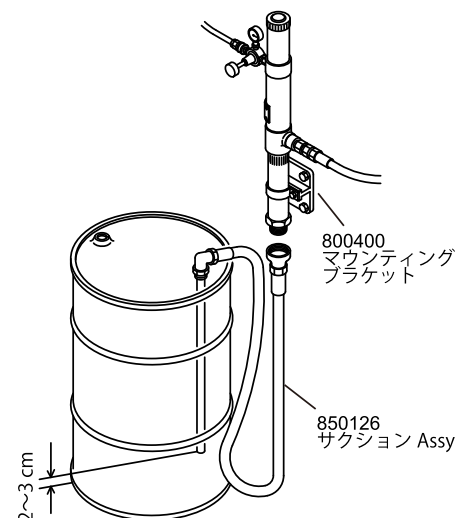

Fig.5
- 1) マウンティングブラケット(別売:製品番号 800400)のポンプ固定用バンドのボルトを緩め、バンドを外してください。(Fig.5)